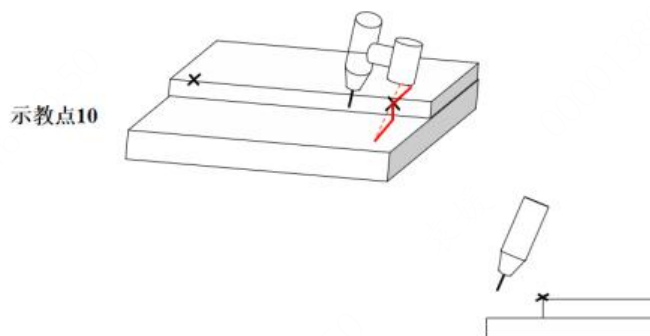

图 3-60 激光器十点法标定姿态 10
(9) 仅移动机器人的 X、Y、Z，使得激光线与参考点 2 重合，且激光线的中心位于焊缝结合线的右侧，记录示教点 10，如图 3-60 所示。